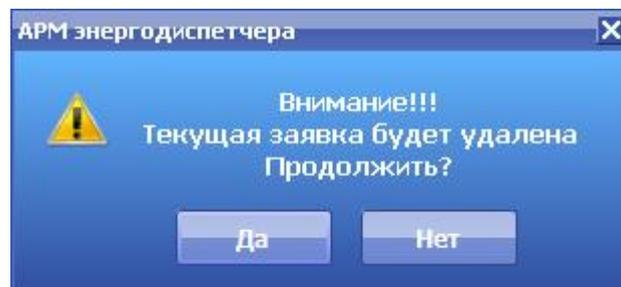

Рис. 4.6.16
**Внимание:** все ранее созданные изменения в текущей заявке будут удалены, о чем будет выдано соответствующее предупреждение (рис. 4.6.16):